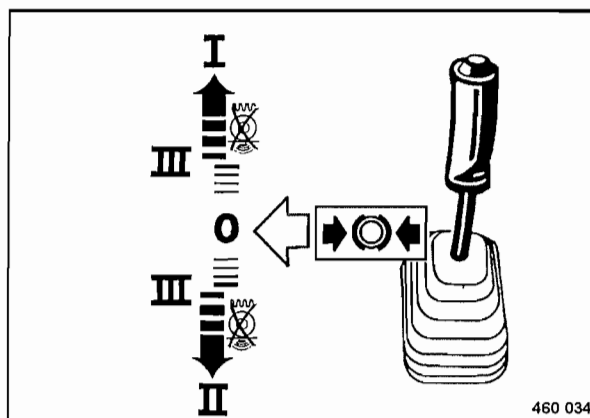

Fig. 55
- Desplazar la palanca de marcha (Fig. 55) lentamente en la deseada dirección de marcha máximo hasta posición "III".